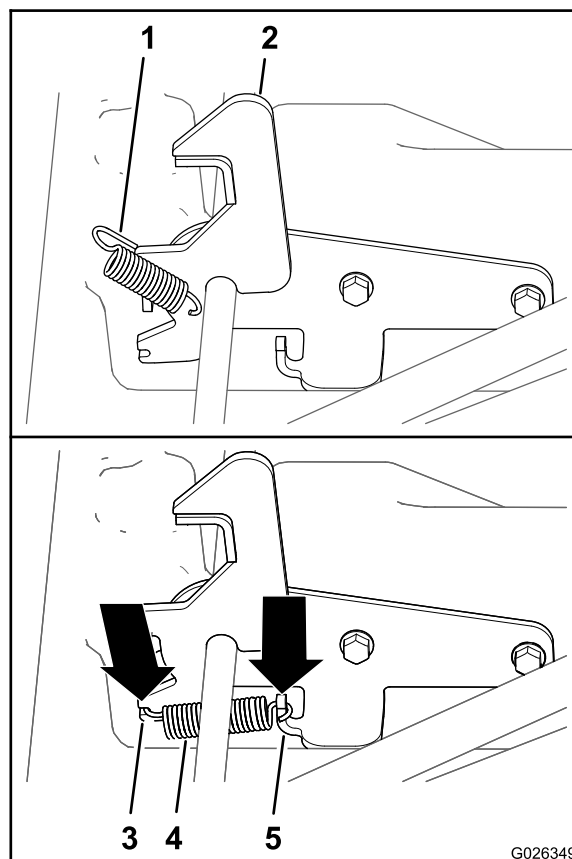

Figure 12
5. Alignez la longue queue d'un ressort sur l'assise de ressort du dispositif de verrouillage (Figure 12).
6. Accrochez la queue de ressort courte sur le tenon du verrou (Figure 12).
7. Répétez les opérations 5 et 6 pour l'autre verrou et l'autre ressort (Figure 12).